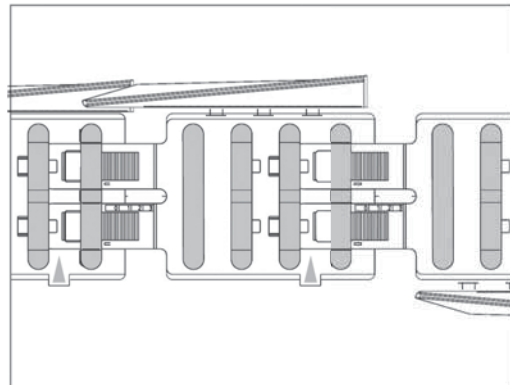

Fig. 2
2. Preparare manualmente la banda continua inserendo le linguette nella coda del modulo precedente (**Fig. 2**).
Prepare the ring by hand, inserting the splines of each module in the back-end of the previous one (**Fig. 2**).